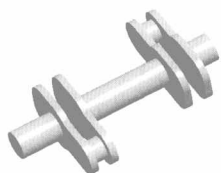
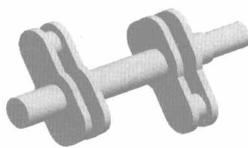

图 1.2.10 组 COPIED\_GROUP1
图 1.2.11 拉伸 6
Step8. 添加如图 1.2.10 所示的旋转平移复制特征——COPIED\_GROUP1。
(1) 选择下拉菜单 **编辑(E)** → **特征操作(O)** 命令。
(2) 定义复制类型。在“特征”菜单中选择 **Copy (复制)** 命令，在展开的菜单中依次选取
(3) 选取 Step7 所创建的拉伸特征，单击“选取”对话框中的 **确定** 按钮结束选取。
(4) 在菜单管理器中，选择 **Rotate (旋转)** 命令。
(5) 在菜单管理器中，选择 **Crv/Edg/Axis (曲线/边/轴)** 命令。再选取 A\_1 基准轴作为旋转方向参照。选择 **Okay (正向)** 命令，再输入旋转的角度值 180，然后单击回车键。
(6) 在菜单管理器中，选择 **Translate (平移)** 命令。
(7) 在菜单管理器中，选择 **Crv/Edg/Axis (曲线/边/轴)** 命令。再选取 A\_1 基准轴作为旋转方向参照。选择 **Okay (正向)** 命令，输入距离值 120，单击回车键，然后选择 **Done Move (完成移动)** → **Done (完成)**。
(8) 单击“组元素”对话框中的 **确定** 按钮，系统再次弹出“菜单管理器”对话框。选择此对话框中的 **Done (完成)** 命令，完成旋转平移复制特征的创建。
Step9. 添加如图 1.2.11 所示的拉伸特征——拉伸 6。